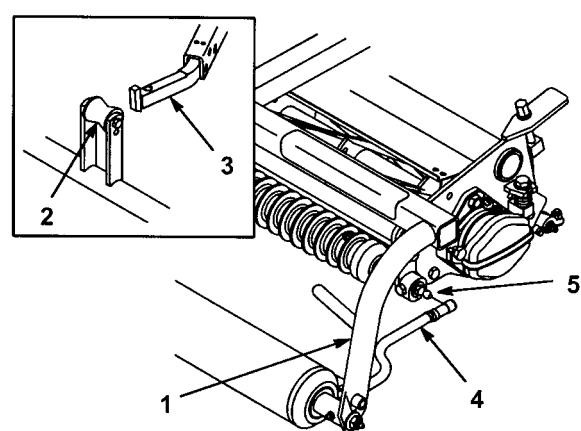

図 12
2. カッティングユニットの前ローラの両端にそれぞれワッシャとボールスタッドを取り付ける（図12）。
3. カッティングユニットをブルフレームの下に引き入れ、吊り輪（フープ）を昇降アームに引っかける（図12）。
4. ボールジョイントのスリーブを後ろにずらし、ブルアームを下げるソケットをボールスタッドに嵌め合わせ、スリーブから手を離すとスタッドとジョイントが結合する（図12）。